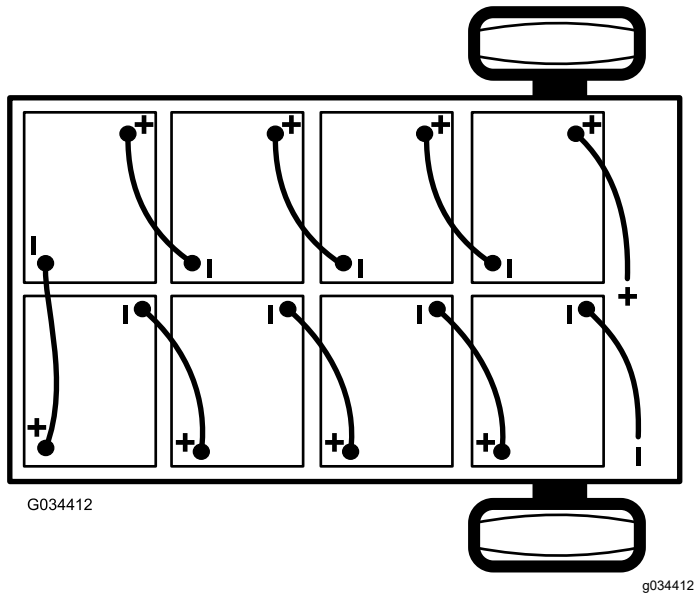

Figure 41
2. Débranchez le câble négatif principal (noir) de la batterie qui relie la rangée de batteries au point de masse de la machine (Figure 41).
3. Débranchez le câble positif principal (rouge) qui relie la rangée de batteries au contacteur principal de la machine (Figure 41).
**Remarque:** Tenez compte de la polarité lors de la mise en place des batteries neuves (Figure 41).
6. Reliez les batteries entre elles, comme montré à la Figure 41, avec les câbles d'interconnexion que vous avez retirés à l'opération 1.
2. Branchez le câble positif principal (rouge) entre la rangée de batteries et la machine (Figure 41).
3. Branchez le câble négatif principal (noir) entre la rangée de batteries et la machine (Figure 41).